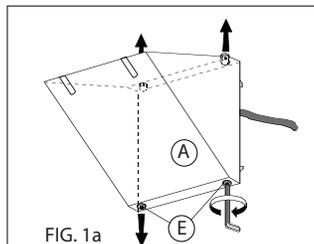

FIG. 1a
- Togliere la calotta A dalla piastra B allentando (senza toglierli) i 4 grani E. FIG.1a
- Rifissare la calotta A alla piastra B stringendo i 4 grani con forza per garantire l'IP. FIG.1a
- Rifissare la calotta A alla piastra B stringendo i 4 grani con forza per garantire l'IP. FIG.1a/1b
- Remove the cover A from the plate B by loosening (without remove them) the 4 grains E. FIG.1a
- Fix again the cover A to the plate B by tightening strongly the 4 grains to ensure the IP. FIG.1a
- Fix again the cover A to the plate B by tightening strongly the 4 grains to ensure the IP. FIG.1a/1b
- Enlever le couvercle A de la plaque B en dévissant (sans les enlever) les 4 vis E. FIG.1a
- Remettre le couvercle A sur la plaque B en serrant les 4 vis avec force pour assurer l'IP. FIG.1a
- Remettre le couvercle A sur la plaque B en serrant les 4 vis avec force pour assurer l'IP. FIG.1a/1b